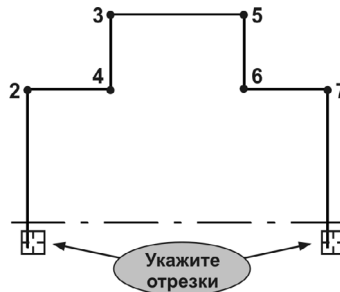

Рис. 59.72.
3. Удалите выступающие части отрезков 1–2 и 7–8, выровняв их по осевой линии (рис. 59.72).